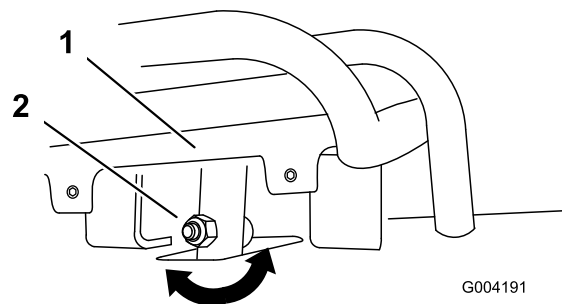
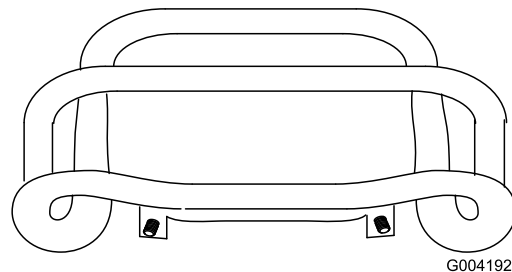

Figura 51
Figura 52
4. Si la parte delantera del control de tracción no queda enrasada con y paralela a la barra de referencia, afloje la tuerca con arandela prensada y el perno del tubo del control de tracción (Figura 51).
5. Ajuste el control de tracción hasta que quede enrasado con la barra de referencia al tirar del mismo hacia atrás del todo (Figura 51 y Figura 52).
- C. Afloje la tuerca con arandela prensada y el perno del tubo del control de tracción (Figura 51).
- I. Ajuste el control de tracción hasta que quede enrasado con la barra de referencia al tirar del mismo hacia atrás del todo (Figura 51 y Figura 52).